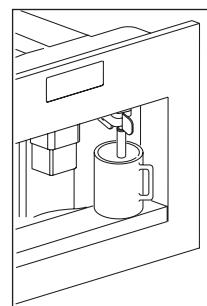

Рис. 12
- Поставьте чашку под краник выдачи кипятка (Рис. 12). (Если краник выдачи кипятка не установлен, на дисплее прибора появится сообщение INSERT WATER SPOUT (ВСТАВЬТЕ КРАНИК ВЫДАЧИ КИПЯТКА).)